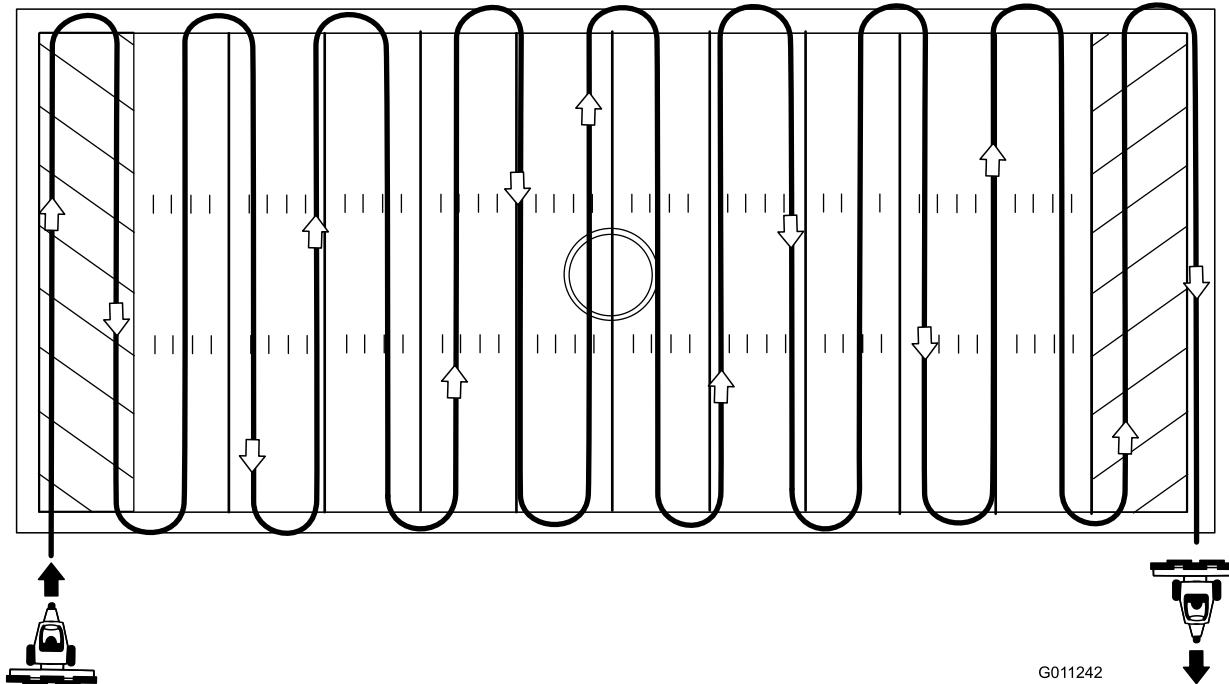

Figura 13
- O padrão recomendado ao varrer campos desportivos é mostrado em Figura 13.